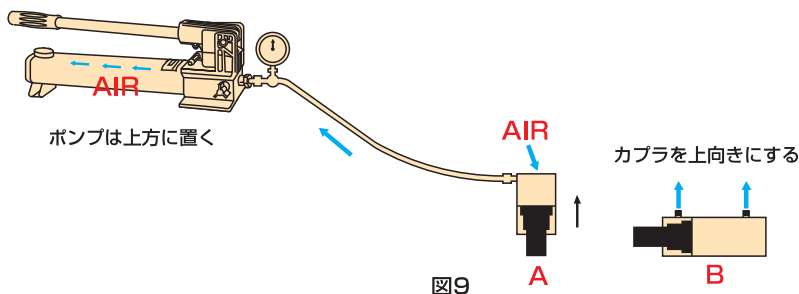

図9
3. 図9のようにシリンダを逆さまにしてください。(引きシリンダの場合は上向き)
3. 図9のようにシリンダの油口又はカプラを上に向けてください。